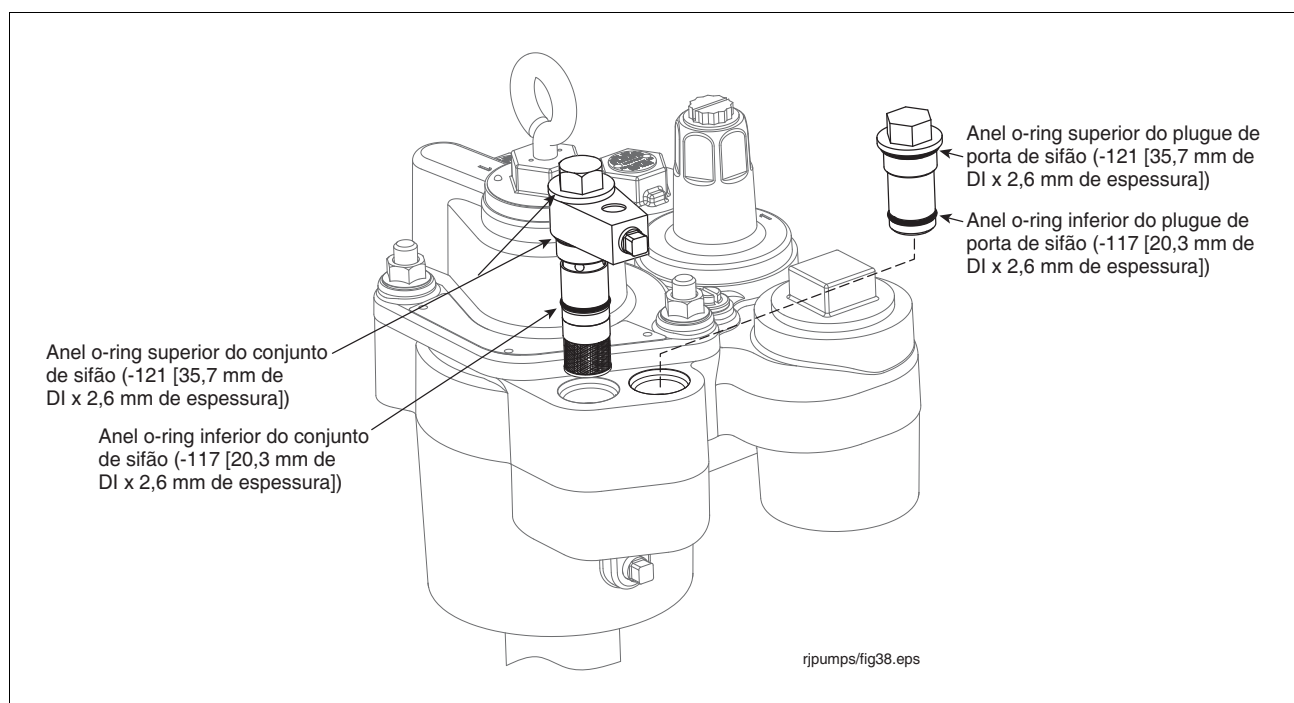

Figura 30. Inserção da estrutura de sifão na câmara
5. Insira o cartucho de sifão na porta de sifão (ver Figura 30). Gire a porta de saída do sifão na direção desejada e, depois, aperte manualmente o parafuso hexagonal de retenção do sifão. Ajuste o toque do parafuso de 34 a 41 Nm (25 a 30 pés/libra).